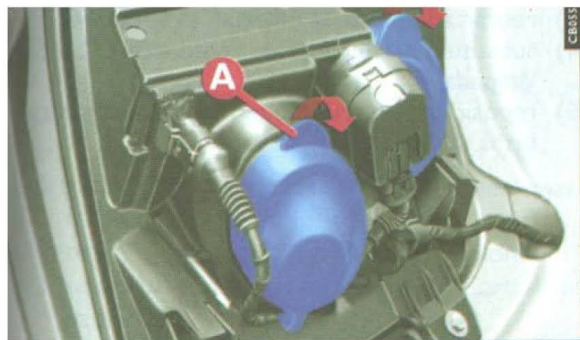

fig. 8
- 1) retirar a coifa de borracha puxando a lingueta **A** - **fig. 8**;